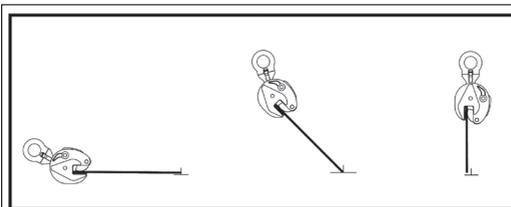
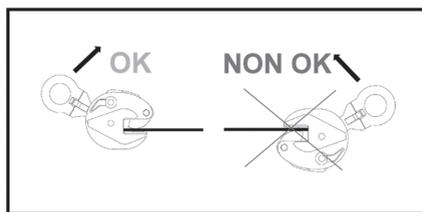

Fig. 7
Fig. 8
Tangleddet gør det muligt at dreje og/eller vippe en plade uden at komme op fra jorden og uden at gå over den lodrette (fig. 7); igen skal lasten gribes korrekt og sikkert (fig. 8).
- ⚠ BEMÆRK:** Med hensyn til den minimale arbejdsbelastning skal du være opmærksom på, at så længe den ene ende af lasten er på jorden, mens lasten drejes fra vandret til lodret, vil tilbehøret kun bære en del af belastningen ved 180° drejning/vipning af en plade (fig. 7).